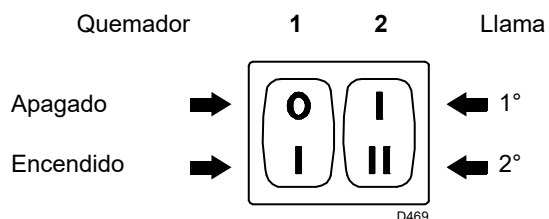
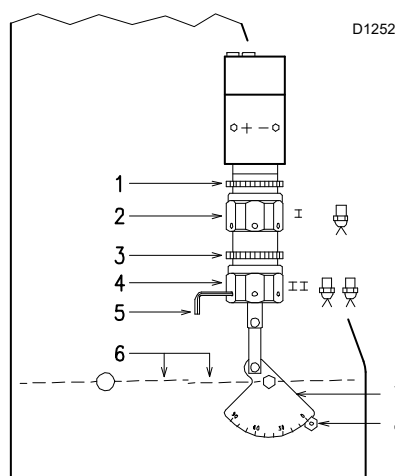

Fig. 18
Fig. 19
- Poner en marcha el quemador cerrando los termostatos y con el interruptor 1 (Fig. 18 pág. 17) en la posición "MARCHA". La bomba debe girar en el sentido de la flecha que hay marcada en la cubierta.
- Cuando el gasóleo sale por el tornillo 3, es indicativo de que la bomba está cebada. Parar el quemador: interruptor 1 (Fig. 18 pág. 17) en posición "PARO" y apretar el tornillo 3).
Situar el interruptor 1)(Fig. 18) en la posición "MARCHA".
Mantener el quemador funcionando en 1ª llama, situando el interruptor 2)(Fig. 18) en la posición 1ª llama. La abertura del registro 6)(Fig. 19) debe ser proporcional a la boquilla elegida: el índice 8)(Fig. 19) debe corresponderse con el número de posición que se indica en el sector graduado 7)(Fig. 19). El reglaje se efectúa girando el hexágono 2)(Fig. 19):
Situar el interruptor 2)(Fig. 18) en posición 2ª llama y regular el registro 6)(Fig. 19) actuando sobre el hexágono 4)(Fig. 19), después de haber aflojado la contratuerca 3)(Fig. 19)
para facilitar la regulación de los hexágonos 2) y 4)(Fig. 19), utilizar una llave hexagonal de 3 mm 5)(Fig. 19).